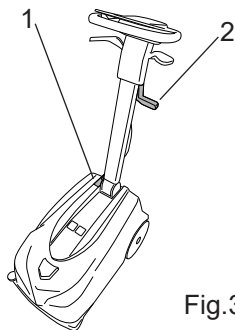

Fig.3
- Spegner la macchina dall'interruttore generale (Fig.3-Rif.1).
- Sollevare lo squeegee attraverso la leva (Fig.3-Rif.2).